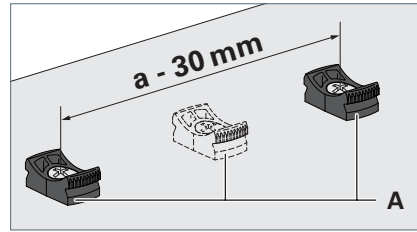

Fig. 1: Monter les éléments de fixation.
- ▶ Montez les éléments de fixation **A** en parallèle sur la surface de montage à l'aide de vis appropriées, voir Fig. 1.